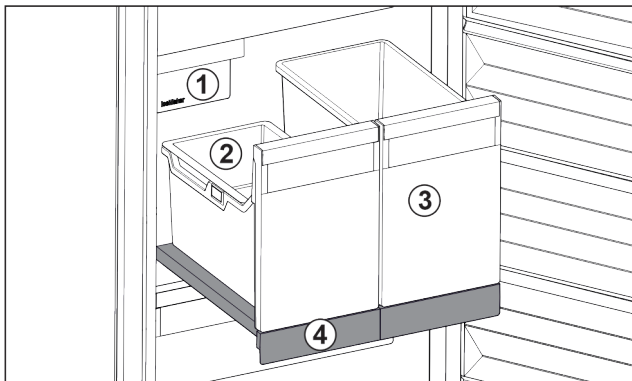

Fig. 32 Uitschuifplateau met IceTower
Op het uitschuifplateau bevinden zich twee hoge bakken (IceTower). In de bak Fig. 32 (2) worden ijsblokjes uit de IceMaker verzameld en bewaard. Bak Fig. 32 (3) is geschikt voor het bewaren van hoge levensmiddelen zoals pizza's of alcoholische dranken.